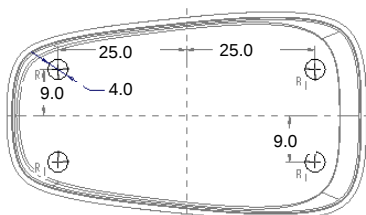

图 10.5.80 截面草图
Step2. 定义草绘截面。选取 FRONT 基准面为草绘平面；RIGHT 基准面为参考平面，方向为 **左**。进入草绘环境后，绘制图 10.5.80 所示的截面草图。